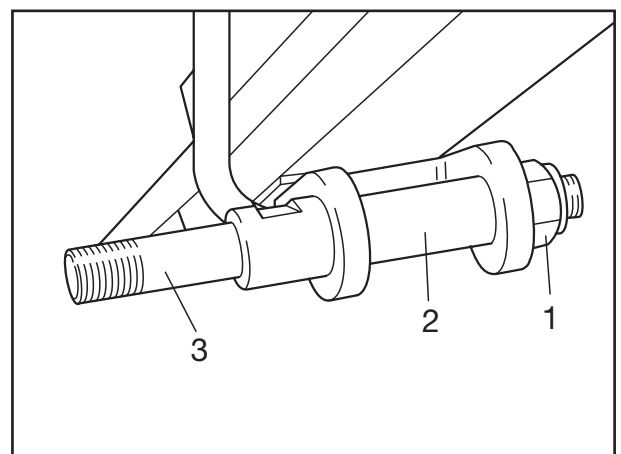

Fig. 3
- [3] Bei Gewindebolzen mit beidseitigem Gewinde (M 30 / M 24) Distanzhülse (Fig. 3/2) bzw. den Bügelstabilisator einbauen. Sicherungsmutter M 30 (Fig. 3/1) aufschrauben und mit dem vorgeschriebenen Anziehdrehmoment von 750 Nm (700 - 825 Nm) festziehen.
- [3] On threaded bolts with thread at both ends (M 30 / M 24), install spacer sleeve (Fig. 3/2) or the U-stabilizer.
Refit locking nut M 30 (Fig. 3/1) and tighten to the specified torque of 750 Nm (700 - 825 Nm).